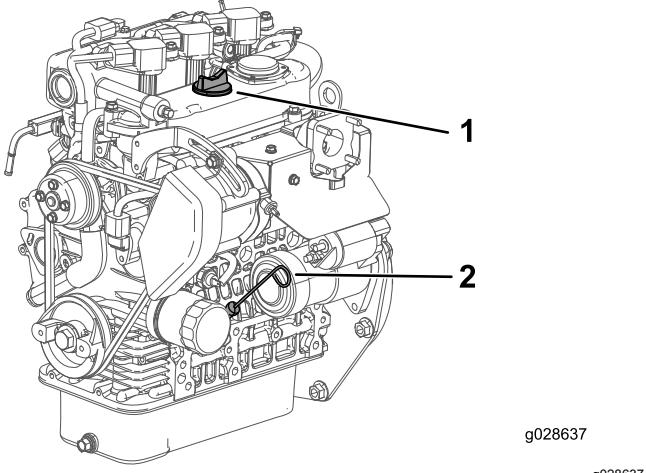

Figura 34
4. Retire la varilla y límpielas con un paño limpio (Figura 34).
5. Introduzca la varilla en el tubo asegurándose de que quede bien asentada (Figura 34).
6. Retire la varilla y compruebe el nivel de aceite (Figura 34).
7. Si el nivel de aceite es bajo, retire el tapón de llenado (Figura 34) y añada suficiente aceite para elevar el nivel a la marca Lleno de la varilla.
8. Coloque la varilla firmemente (Figura 34).